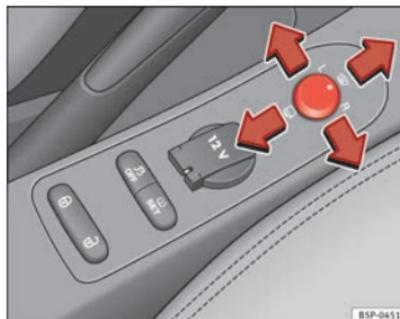

Abb. 89 Drehknopf für Außenspiegeleinstellung ▶
1. Drehen Sie den Drehknopf ⇒ **Abb. 89** zunächst in Stellung **L (linker Außenspiegel)**.
- Drehen Sie den Drehknopf ⇒ **Abb. 89** in Stellung , um die Außenspiegel anzuklappen. Sie sollten die Außenspiegel immer anklappen, wenn Sie eine automatische Waschanlage durchfahren, um Beschädigungen zu vermeiden.